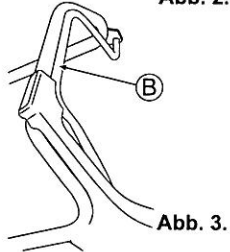

Abb. 3.
- 4 Drücken Sie den Kupplungshebel (B) nach vorne, um mit dem Mähen zu beginnen. (Siehe Abb. 3.)